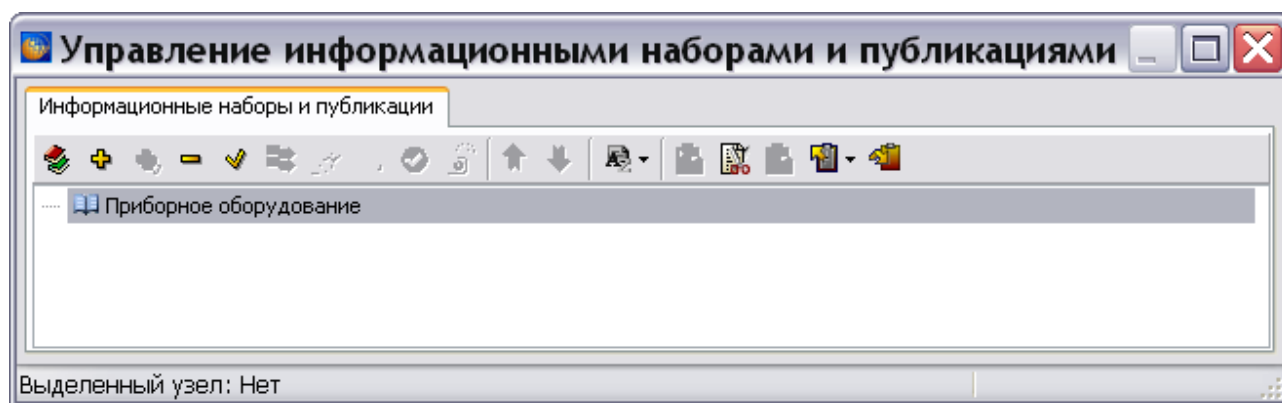

Рис. 18.6
3. Нажмите на кнопку **Применить**. В окне **Управление информационными наборами и публикациями** название группы изменится на новое (Рис. 18.6).